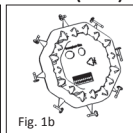
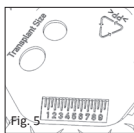

Fig. 1b
Fig. 5
■ **rys. 1b/5** Szablony z tyłu tarczy sizersa (rys. 1b) wskazują minimalny rozmiar przeszczipu do podścielenia błony bębenkowej (rys. 5).
■ **Fig. 1b/5** De integrerede skabeloner på bagsiden af sizer disken (Fig. 1b) svarer til minimalstørrelsen transplantatet, der skal bruges som mellemæg imod trommehinden (Fig. 5).
■ **Fig. 5** Millimeterskalaen er beregnet til generelle sammenligningsmålinger, der kan være nyttige under en mellemøreoperation. Principielt kan bagsiden også anvendes som aflægsplads eller præparationssted for diverse procedurer, som f.eks. transplantatbearbejdning eller som midlertidig aflægsplads.